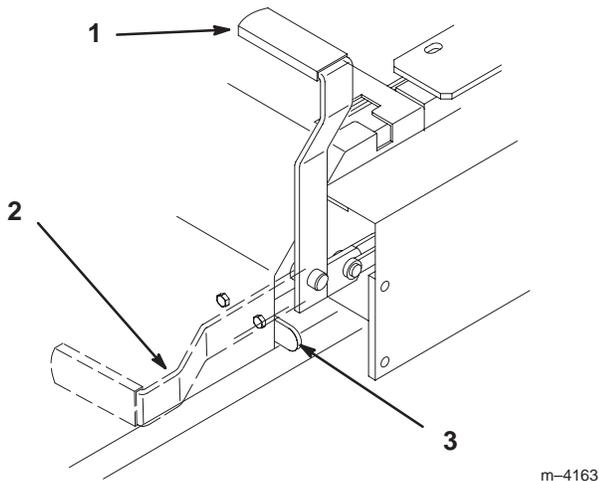

Figure 12
2. Tirez le frein de stationnement en arrière et vers le haut pour le serrer (Fig. 12). Une fois serré, le frein de stationnement ne doit plus bouger.
Poussez le levier du frein de stationnement vers l'avant et vers le bas (Fig. 12) afin de le desserrer. Le frein de stationnement est desserré et le levier est en appui contre la butée du frein.